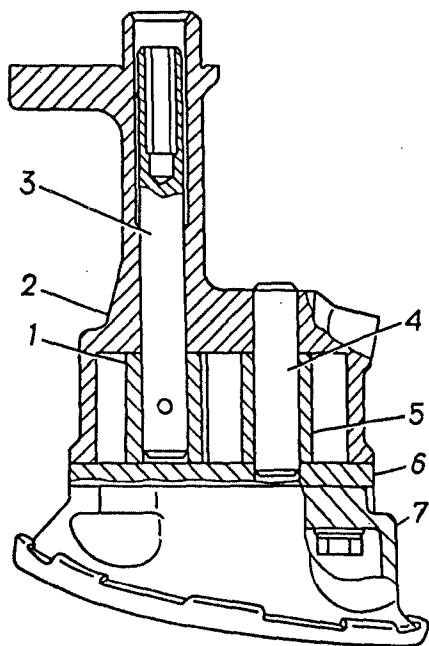

Рис. 16 Масляный насос:
**Масляный насос** шестеренчатого типа, установлен внутри масляного картера. Насос прикреплен к блоку цилиндров двумя болтами и держателем к крышке третьего коренного подшипника. Точность установки насоса обеспечивается посадкой корпуса в отверстие в блоке. Корпус 2 (рис. 16) насоса отлит из алюминиевого сплава, шестерни 1 и 5 имеют прямые зубья и изготовлены из металлокерамики (спеченного металлопорошка). Ведущая шестерня 1 закреплена на валике 3 штифтом. На верхнем конце валика сделано шестигранное отверстие, в которое входит шестигранный валик привода масляного насоса. Ведомая шестерня 5 свободно вращается на оси 4, запрессованной в корпус насоса.